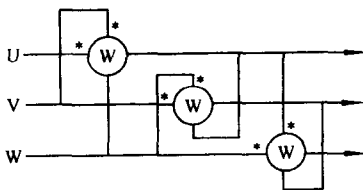

图 1-8
(5) 用三只功率表测量三相无功功率 在三相负载完全平衡的电路中, 只要测量出其中一相, 就可以知道三相无功功率。但实际被测电路, 往往是三相负载不平衡, 这时应采用三只功率表来测量, 接线方法如图 1-8 所示。